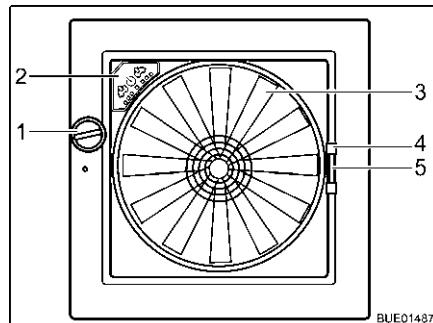

Fig. 64 Oblò Omni-Vent
**Apertura:** ■ Ruotare la manopola (Fig. 64,1), finché non si raggiunge l'angolo di apertura desiderato.
**Chiusura:** ■ Ruotare la manopola (Fig. 64,1), finché l'oblò non è completamente chiuso.
**Chiusura:** ■ Tirare la zanzariera per l'impugnatura (Fig. 64,4) verso il lato opposto del telaio.
**Chiusura:** ■ Serrare la maniglia (Fig. 64,5) dell'oscurante.
- Ventilatore** Se l'oblò è aperto, l'abitacolo può essere ventilato e sfiatato con il ventilatore a 6 stadi (Fig. 64,3). Il ventilatore si controlla dal quadro di comando (Fig. 64,2).